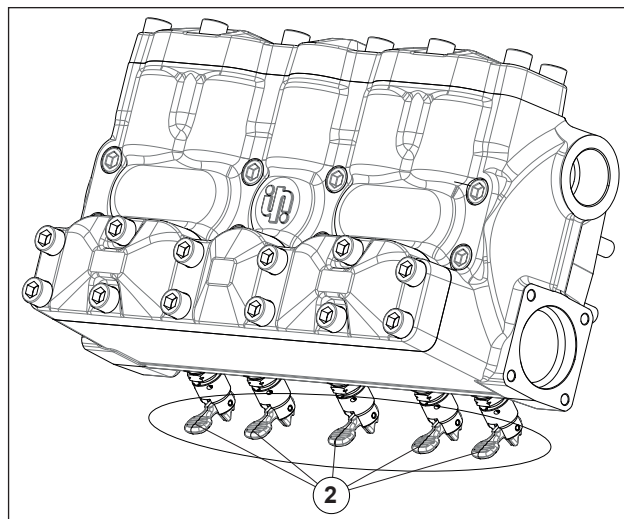

Fig. 11
En cas de stockage ou d'arrêt prolongé, remettre les soupapes d'aspiration en état de fonctionner en ouvrant les trois dispositifs d'ouverture (voir rep. ② Fig. 11). S'assurer d'avoir refermé les soupapes avant d'amorcer la pompe.